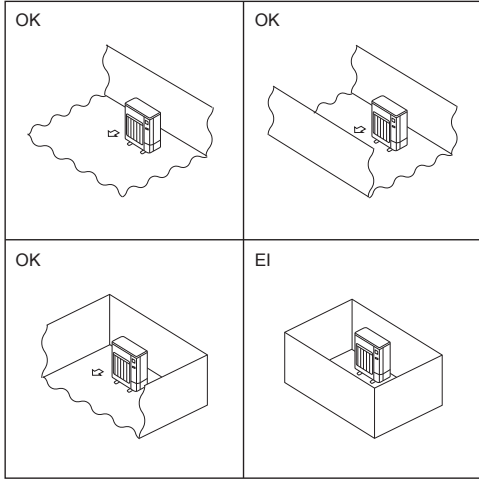

Fig. 2-2
- Ⓒ Paigaldage välisseadme kohta, kus vähemalt üks neljast küljest on avatud ja piisavalt avaras kohas, mis ei ole nõgus. (Fig. 2-2)